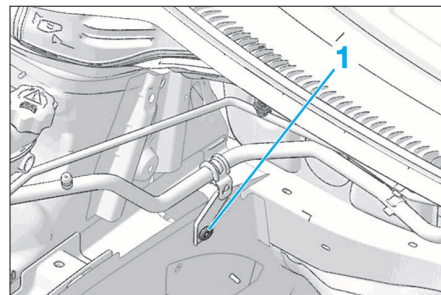

FIG. 33
- Serrer **impérativement** les écrous (3) au couple de 0.6 daN.m.
- Déposer la vis de maintien (1) (Fig.33).